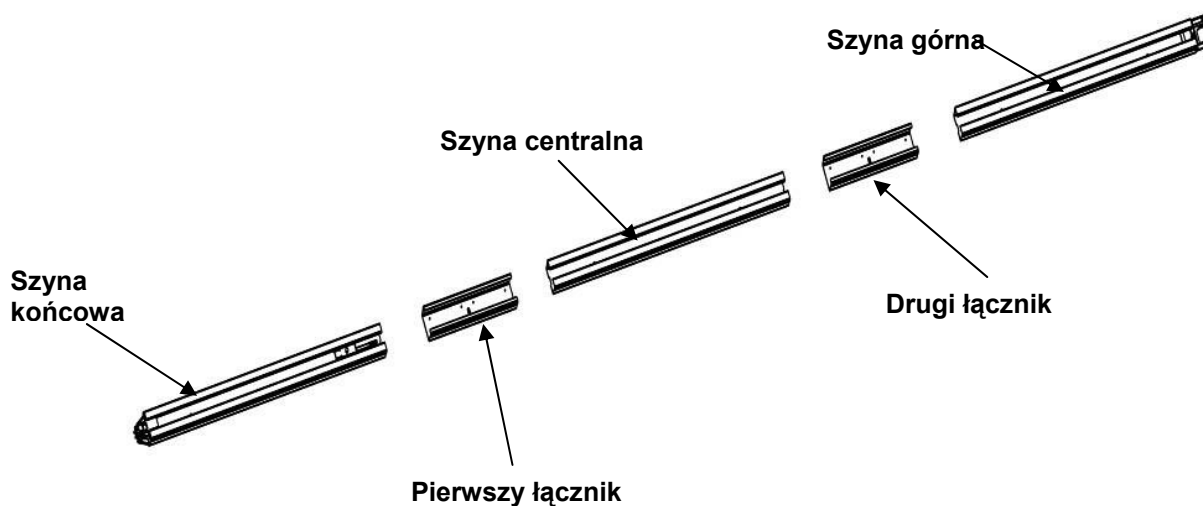

FIG. 6
- Jak przedstawiono to na fig. 6, przesunąć drugi łącznik na drugim końcu szyny centralnej i przesunąć górną szynę w drugim łączniku.